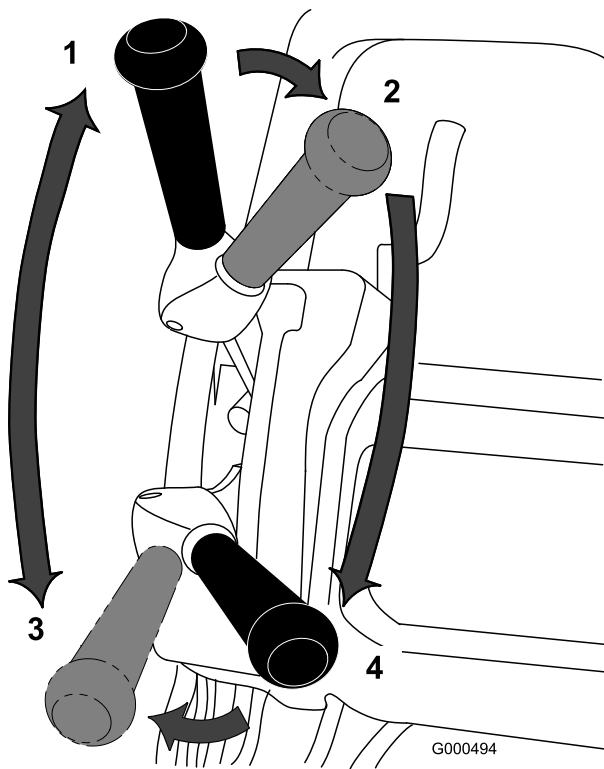

Figura 30
1. Accendete la macchina, impostate la regolazione della velocità in posizione zero, abbassate la stegola per sollevare l'apparato di taglio, premete il comando presenza dell'operatore, spostate la leva della trazione in posizione di innesto (Figura 30) e aumentate gradualmente l'impostazione della regolazione della velocità per trasportare il tosaerba sul bordo del green.
3. Disinnestate la leva della trazione, quindi spostate a sinistra e avanti, innestando la trazione e la trasmissione del cilindro (Figura 30).